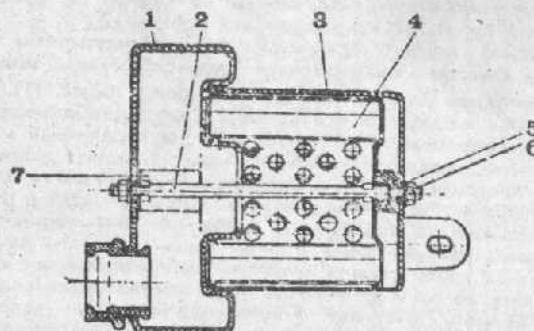

Рис. 12. Схема установки воздушного очистителя:
**Воздушный очиститель** (рис. 12) состоит из бумажного фильтрующего элемента 4, который устанавливается на ресивере 1 и крепится к нему шпилькой 2, упором 7, шайбой 5 и гайкой 6. Бумажный фильтрующий элемент установлен в корпусе 3.